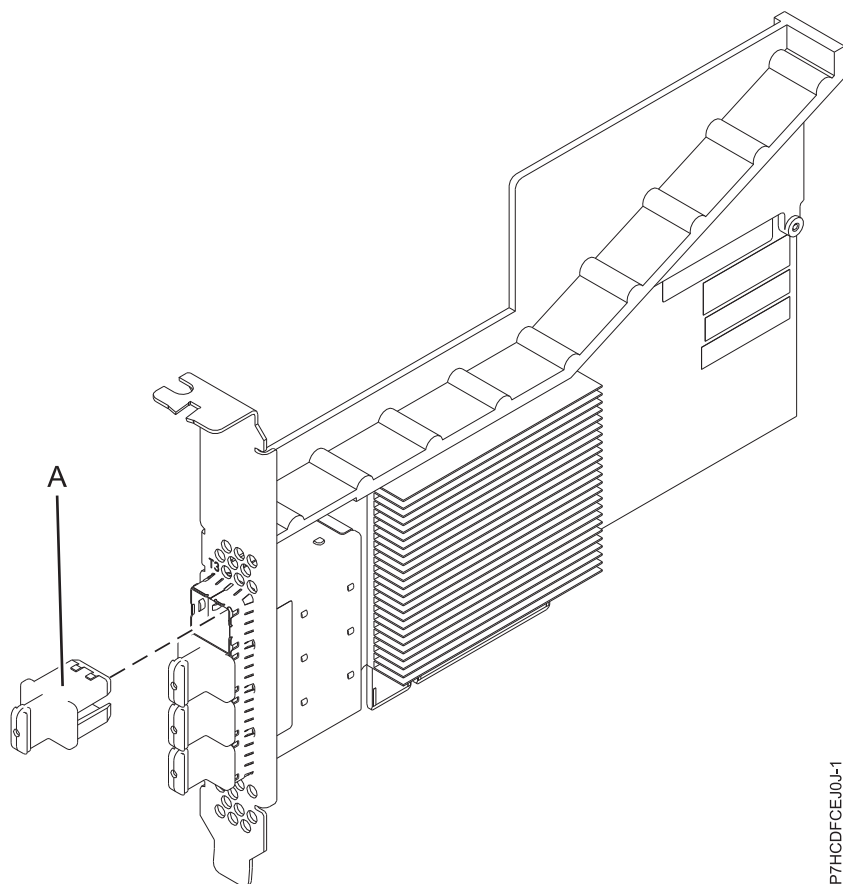

図 17. PCIe3 SAS テープ・アダプター
PCIe3 SAS テープ・アダプター・クワッド・ポート 6Gb x8 は、PCI Express (PCIe)、第 3 世代、RAID SAS アダプターで、ロー・プロファイル、ショート・フォーム・ファクターですが、フルハイトの取り付け用にパッケージ化されています。このアダプターは、高性能で高密度のシリアル接続 SCSI (SAS) アプリケーションに使用されます。これは、さまざまな狭幅ポートおよび広幅ポート構成で物理リンクを使用できるようにする 4 つの mini SAS 高密度 (HD) x4 コネクタを使用して SAS テープの接続をサポートします。SAS テープの接続は、単一アダプター構成でのみサポートされ、同じアダプター上で SAS ディスクと混用することはできません。アダプターは、書き込みキャッシュを備えていません。 49 ページの図 17 は、PCIe3 SAS テープ・アダプター・クワッド・ポート 6Gb x8を示しています。
49 ページの図 17 はアダプターを示しています。コネクタ・プラグ (A) は、空白ポートに取り付けて、隣接したポート・コネクタのケーブルが差し込まれたり取り外されたりした場合のそのポートの損傷を防ぎます。